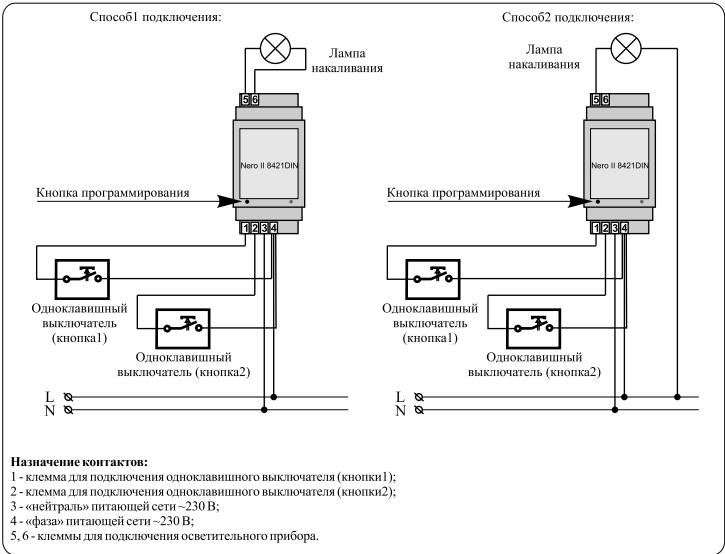

Рисунок 1 Типовая схема подключения Nero II 8421DIN
• подключить осветительный прибор в соответствии с одним из способов (см. рис. 1).
• подключить «нейтраль» питающей сети ~230 В к клемме 3 (см. рис. 1).